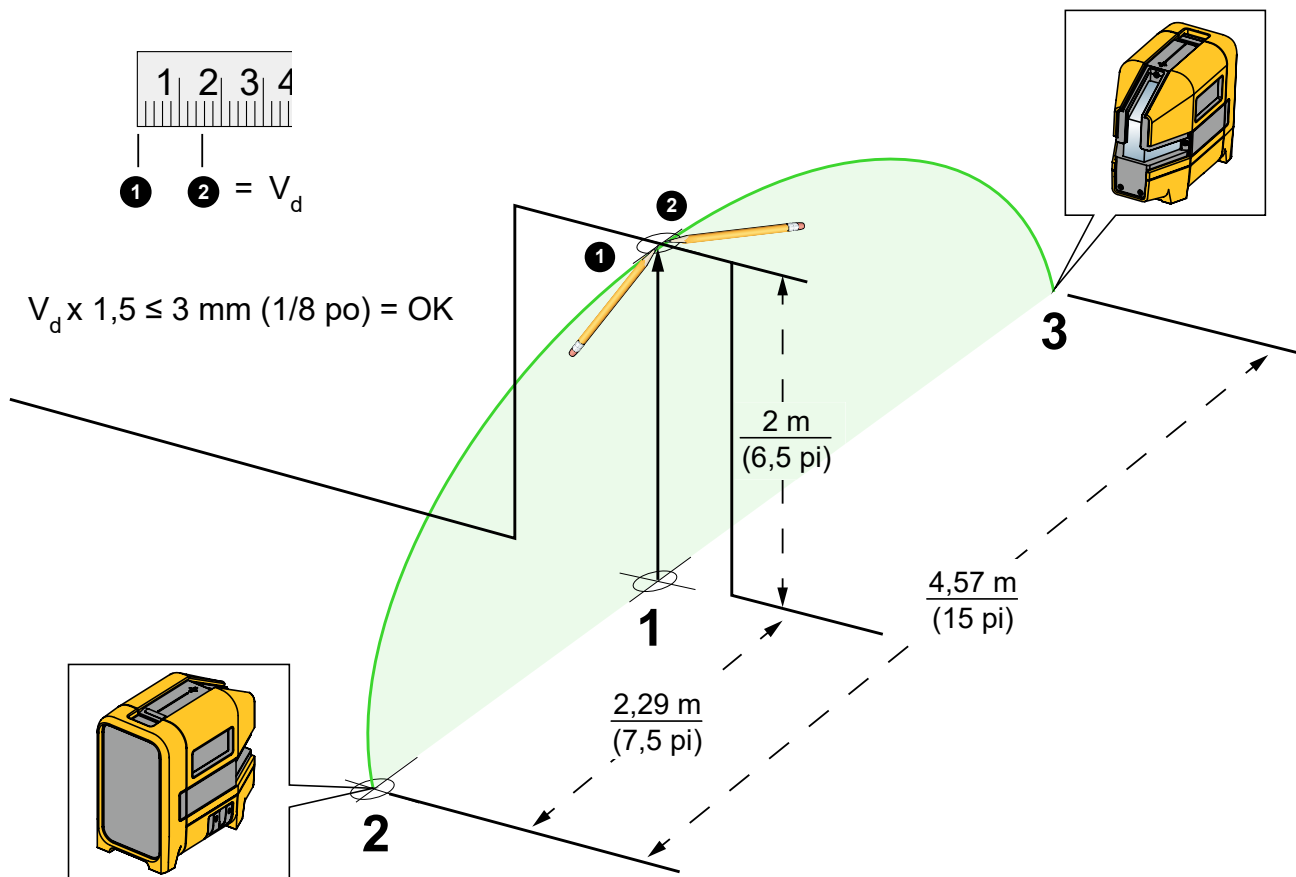

Figure 8. Précision du laser vertical
3. Tracez une croix (repère 1) au sol, centrée sur le repère du linteau de porte. Voir la Figure 8.